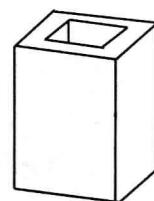

图 1-23
(3) 消除隐藏线 在当前视角下，隐藏所有不可见边线，如图 1-23 所示。